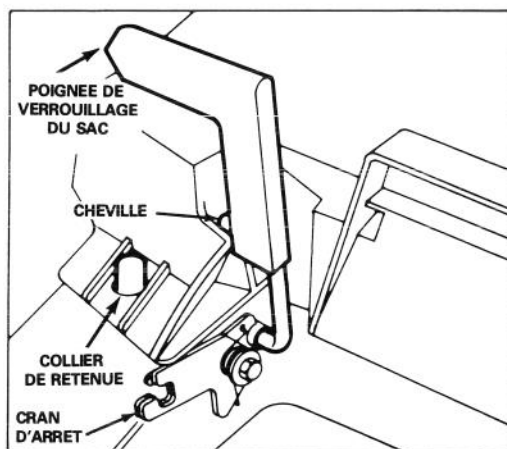

Figure 9
4. **INSTALLATION DU SAC** — Faites glisser l'orifice de l'armature du sac sur le collier de retenue du logement (Fig. 9) et placez l'arrière de l'armature du sac sur le mancheron inférieur.
5. Tirez la poignée de la porte d'éjection vers l'avant jusqu'à ce que la cheville se dégage du cran d'arrêt et déplacez la poignée vers l'arrière jusqu'à ce que la cheville soit verrouillée dans l'encoche du sac (Fig. 9). La porte d'éjection du carter de la tondeuse est maintenant ouverte. Il peut s'avérer nécessaire d'appuyer sur la partie supérieure droite de la porte du sac pour dégager la cheville de verrouillage de la poignée du cran d'arrêt.